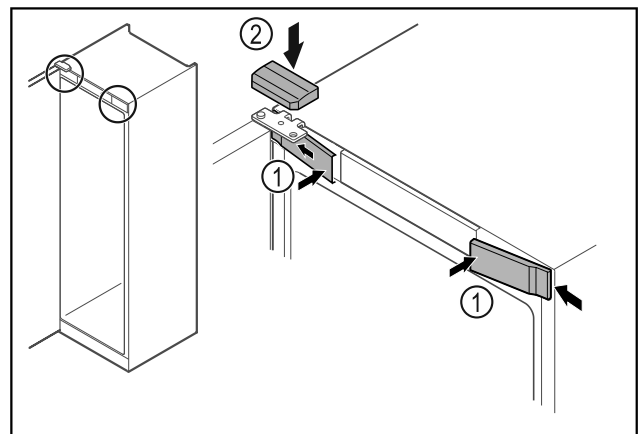

Fig. 47 *
- ▶ Zaháknite predné kryty Fig. 47 (1) naboku a zaistite ich.*
- ▶ Zaistite horný kryt Fig. 47 (2) zhora.*